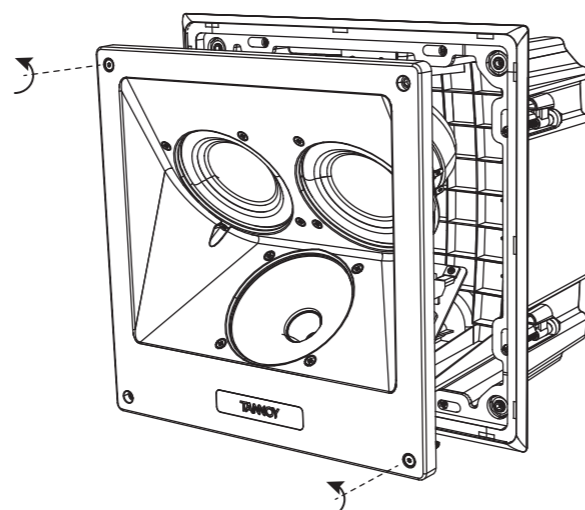

Fig. 14. Removing the loudspeaker from the back can
4. Si el conjunto del altavoz ya está instalado en la lata trasera (durante el envío, por ejemplo), retírelo de la lata trasera aflojando los tornillos que lo sujetan en su lugar (Fig. 14).